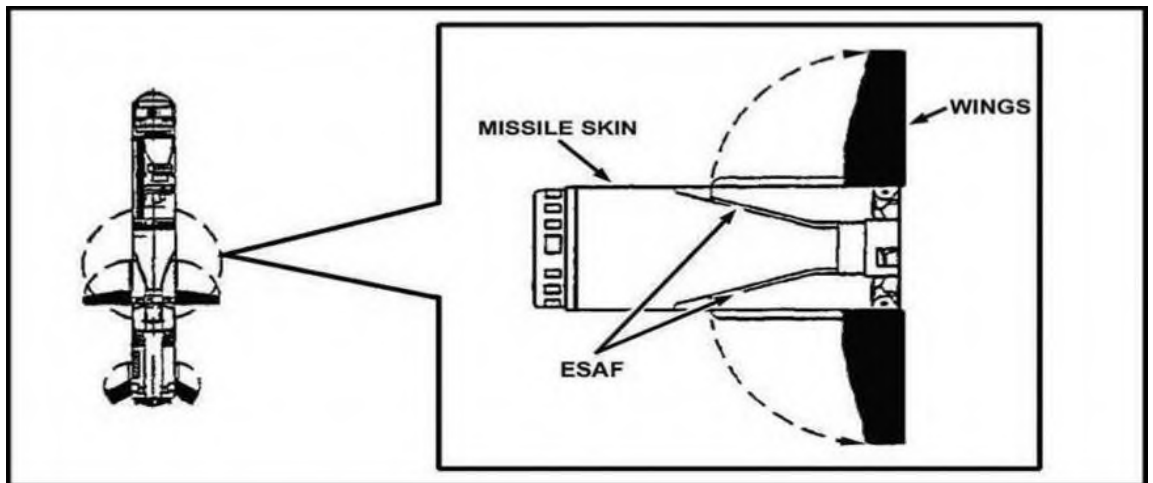

Рисунок 6.17 – Середня частина корпусу
- 3) крил та основного заряду бойової частини (рисунок 6.17).